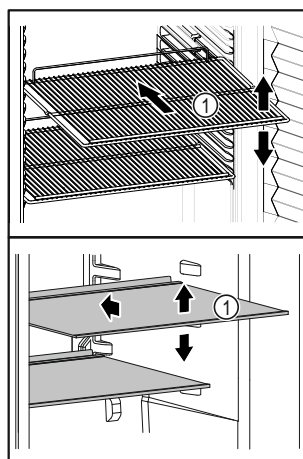

Fig. 55 Représentation à titre d'exemple
- ❑ Si les surfaces de rangement Fig. 55 (1) sont mobiles, les régler en hauteur.